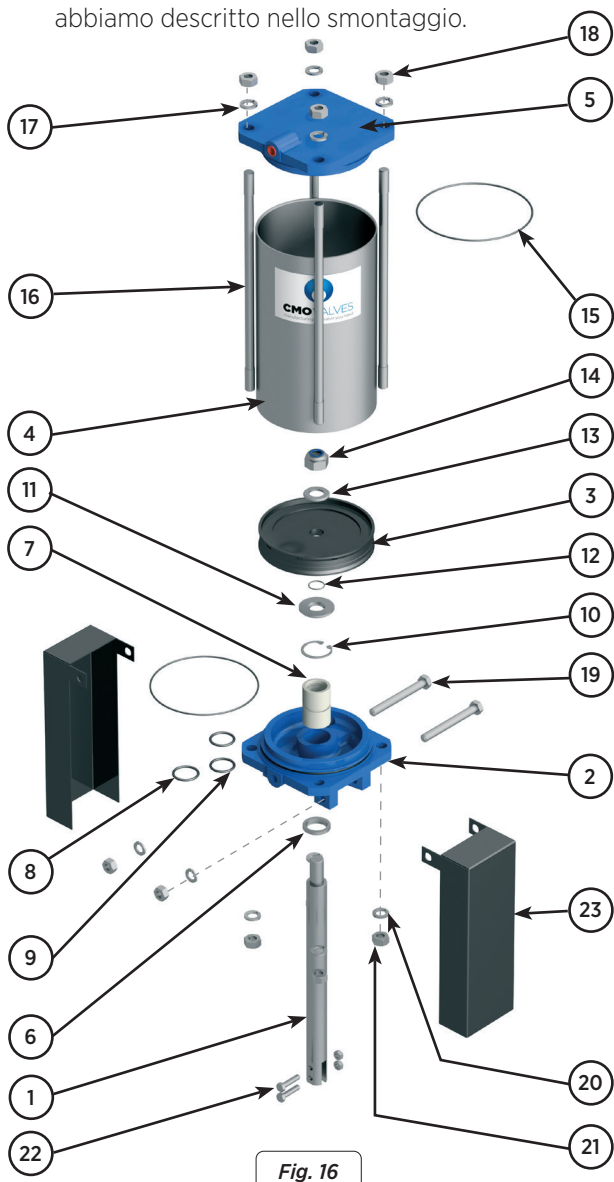

Fig. 16
- 5.- Pulire con cura il canale destinato alle guarnizioni. Assicurarsi che rimanga pulito da eventuali residui affinché le nuove strisce di guarnizione (10) che ci accingiamo a montare entrino correttamente.
- 6.- Collocare nuove strisce di guarnizione (10) al loro posto. La nuova guarnizione dovrà soddisfare anche le dimensioni e caratteristiche necessarie per la farfalla damper.
- 7.- Tagliare entrambe le strisce della guarnizione (10) a filo delle bande a mezzaluna (fig. 16).
I cilindri pneumatici delle nostre valvole, vengono fabbricati e montati nella nostra stessa impresa. La manutenzione di questi cilindri è semplice, se è necessario sostituire qualche elemento, dinanzi a qualsiasi dubbio contattare **CMO Valves**. Negli azionamenti con ritorno a molla a semplice effetto, non manomettere l'azionamento poiché contiene molle con un elevato precarico. Contattare **CMO Valves**. Qui di seguito viene visualizzata un'immagine esplosa dell'azionamento pneumatico (fig.16) e un elenco dei componenti del cilindro (tabella 2). Il coperchio superiore e il coperchio supporto in genere sono di alluminio, ma a partire da cilindri pneumatici superiori a Ø200 mm, si costruiscono in ghisa nodulare.